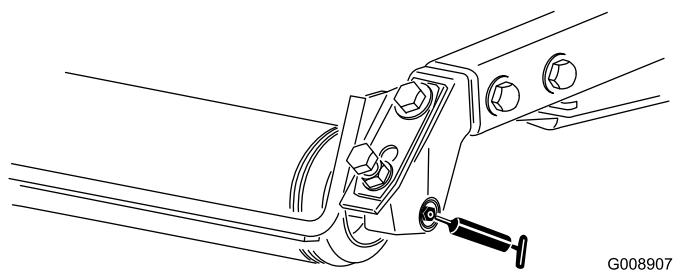

Figura 54
- Rolamentos do cilindro traseiro (2 por cada unidade de corte) (Figura 54)